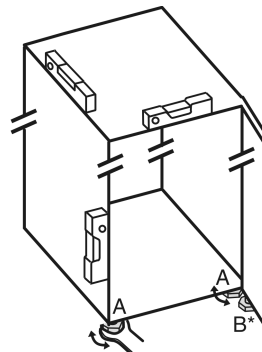

Fig. 5
- Выкрутите регулируемые опоры Fig. 5 (A) при помощи входящего в комплект поставки рожкового ключа и, используя уровень, выставьте устройство прочно и ровно по горизонтали.
- Выверните регулируемую опору Fig. 5 (B) на нижнем опорном кронштейне при помощи входящего в комплект поставки рожкового ключа до ее соприкосновения с полом.
- Поверните регулируемую опору Fig. 5 (B) еще на 90°.